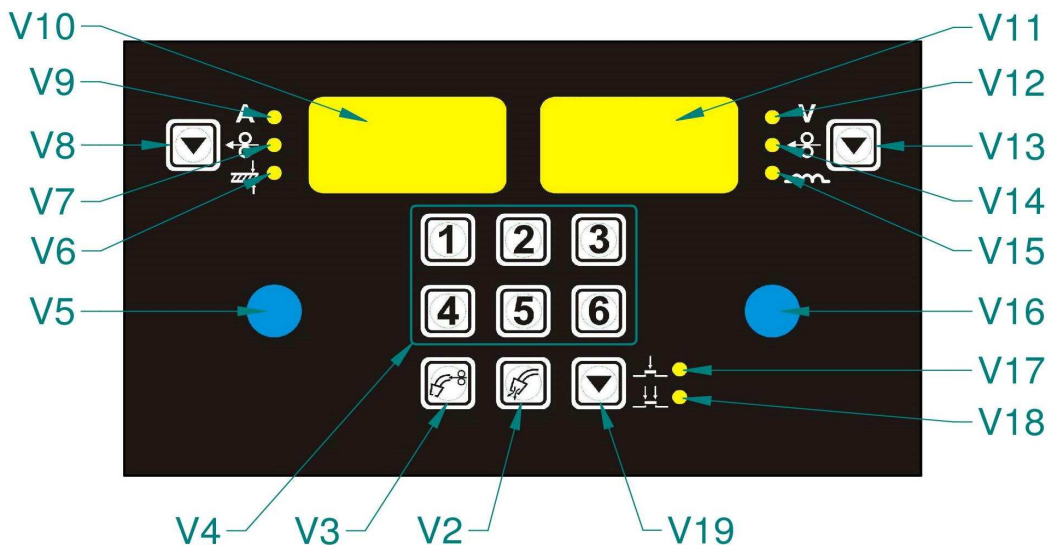

Figure 7 – Panneau de contrôle
2. Appuyez sur le bouton (Fig. 7, pos. **V3**)